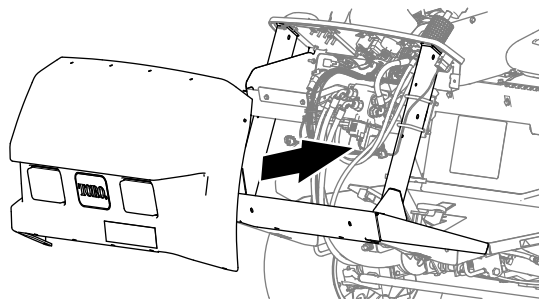

Figura 139
1. Alinee los orificios del capó con los orificios del chasis de la máquina (Figura 139).